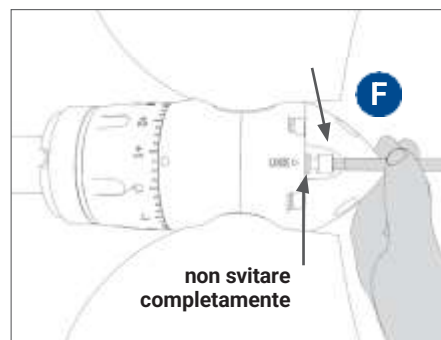

FIG. 24 Allentamento vite di fermo
- b) Svitare la vite di fermo (indicata con **F** in Fig. 24) per 5-6 giri, questo permetterà di regolare il passo senza rischio di perdere la vite in acqua (n.b. a 10 giri la vite si estrae completamente dall'elica con rischio di perderla).